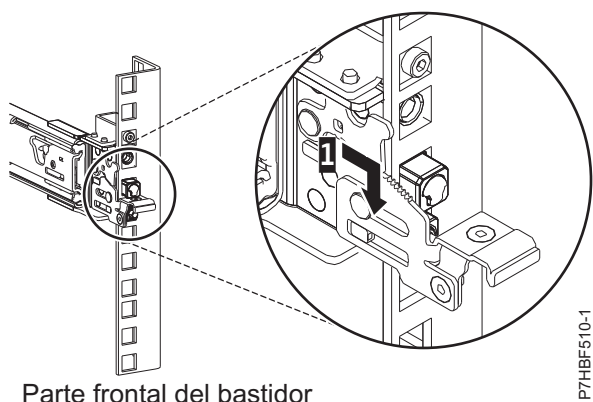

Figura 5. Patillas ubicadas en el riel frontal del bastidor
6. Tire del riel deslizante hacia adelante e inserte tres patillas de la parte frontal del riel en los orificios dentro de la unidad EIA seleccionada que se marcaron anteriormente. Baje el riel deslizante (1) para llegar al mecanismo de enganche de la patilla central. Para obtener más de talles, consulte Figura 5 en la página 6.